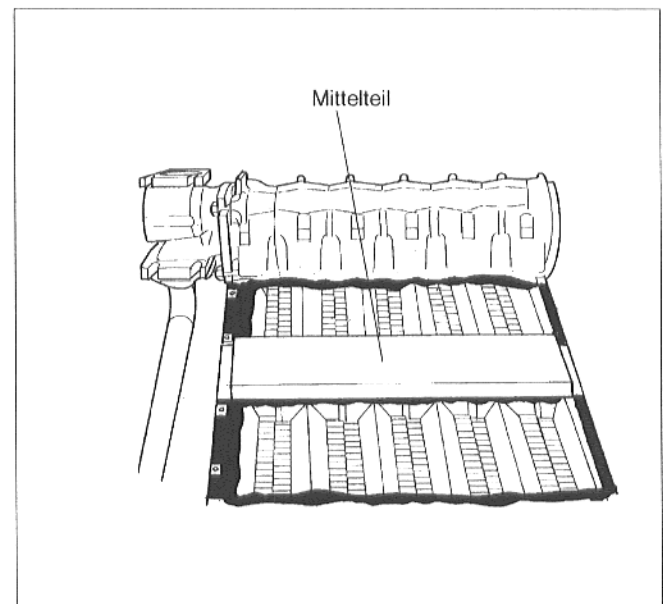

Abb. 15
- Mittelteil bündig zur Vorderkante auflegen (Abb. 15).